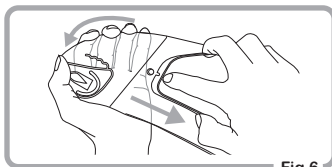

Fig.6
- ④ Rimuovere la pellicola protettiva dalla lente Pinlock® Original Insert Lens.
- ① Rimuovere la visiera dal casco.
- ② Rimuovere la lente Pinlock® Original Insert Lens dai perni eccentrici flettendo la visiera. (Fig.6)